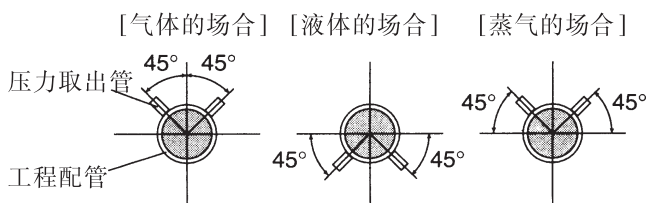

图 5.1.2 过程压力的引入角度(水平配管)
(1) 引压阀角度(图 5.1.2)
过程管道内的残液, 煤气, 或沉淀物等流入导压管内, 是测量压力时产生误差的主要原因。要排除这些影响, 必需按图 5.1.2 的角度安装引压阀。